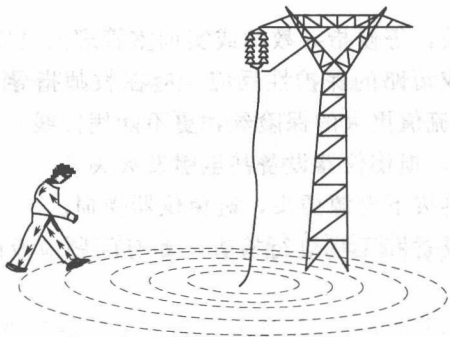

图 1-3 跨步电压触电
(1) 跨步电压触电。人在有电位分布的故障区域内行走,其两脚之间呈现出电位差,此电位差称为跨步电压。由跨步电压引起的触电称为跨步电压触电,跨步电压触电如图 1-3 所示。
(2) 接触电压触电。在正常情况下电气设备的金属外壳是不带电的。由于电气设备绝缘